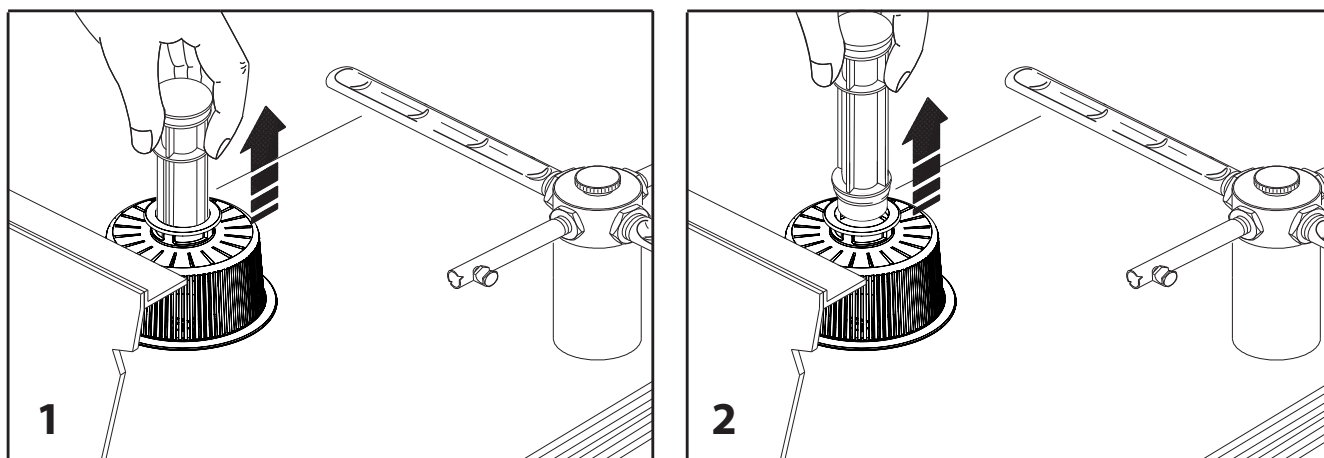

Fig. 16
2. quite el tubo de demasiado lleno (fig.16)